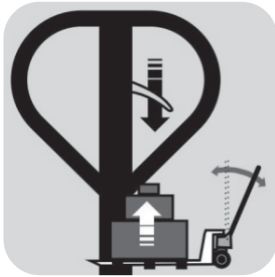

Fig. 5 – Levantamiento de carga
- a. Coloque la palanca hacia abajo y mueva el cable para elevar la carga, vea la fig. 5